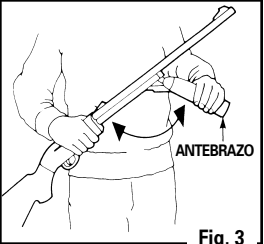

Fig. 3
- Abra por completo el antebrazo hasta que tope (Fig. 3). Asegúrese de sujetar firmemente el antebrazo al abrirlo. Podría retroceder automáticamente hacia la posición cerrada y posiblemente causar lesiones. Coloque las manos en las mismas posiciones mostradas en la Fig. 3 para evitar los apretones en caso que suelte el antebrazo. No gire el antebrazo mientras bombea. **Aplique emboladas rectas para evitar que se rompa.**